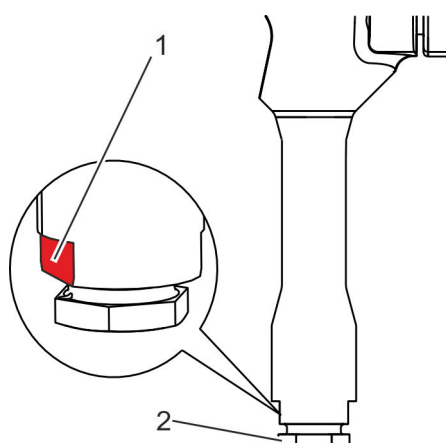

Abb. 13: Schlüssel­flächen gegenhalten
Ventilkörper mit Schlüssel SW 30 im Bereich der Schlüssel­flächen (Abb. 13/1) gegenhalten.
8. ➔ Druckschraube (Abb. 13/2) mit Schlüssel SW 27 linksherum lösen.